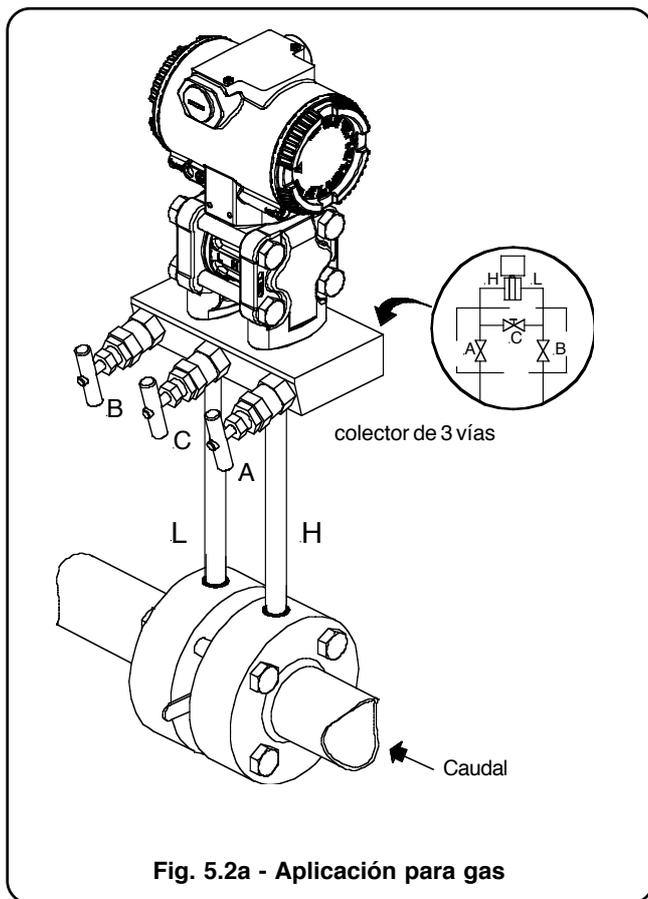

Fig. 5.2a - Aplicación para gas
- a. Cerrar las válvulas del lado baja presión (B) y alta presión (A) (fig. 5.2a y 5.2b).
- b. Abrir las válvulas de interceptación y la válvula equalizadora (C)
- c. Abrir lentamente la válvula (A) en el lado alta presión de modo que el fluido de proceso entre en ambos lados.